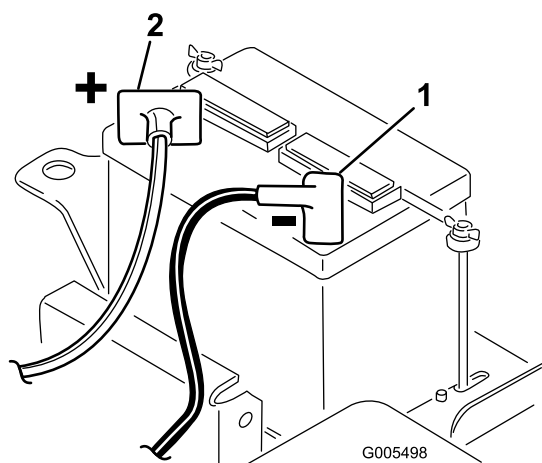

Figura 10
2. Conecte el cable positivo (rojo) de la batería desde el solenoide del motor de arranque al borne positivo (+) de la batería (Figura 10). Apriételo con una llave y unte de vaselina el terminal. Asegúrese de que el cable no toca el asiento, cuando éste está en la posición más hacia atrás, puesto que esto podría desgastar o dañar el cable.